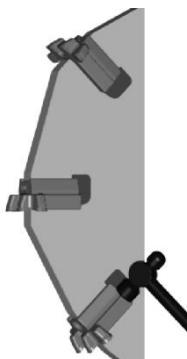

Abb. 15 – Freigabe
1. Die Befestigungsschraube hinter dem Messer lösen und entfernen und dabei mit einem kleinen Hammer hinter dem Messer leicht klopfen (abb. 15). Vermeiden Sie es bitte, dabei die Spitze zu treffen. Das Tragen von Schutzbrillen ist ratsam.